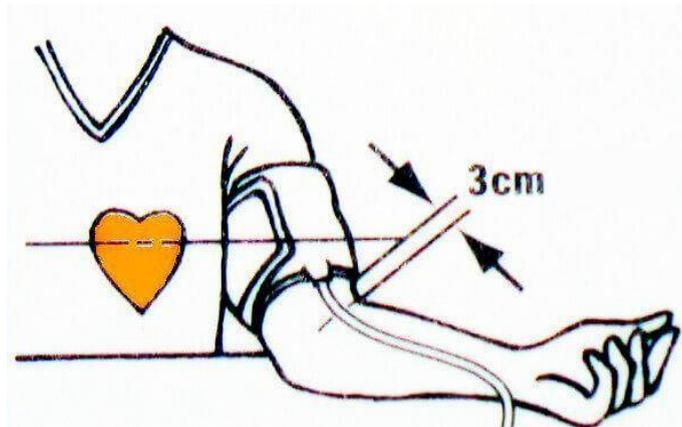

Figura 3-16: Colocación de brazalete para medir la presión arterial.
- El antebrazo debe estar sin ropa y el centro del brazalete debe estar al nivel del corazón, como se muestra en la Figura 3-16.